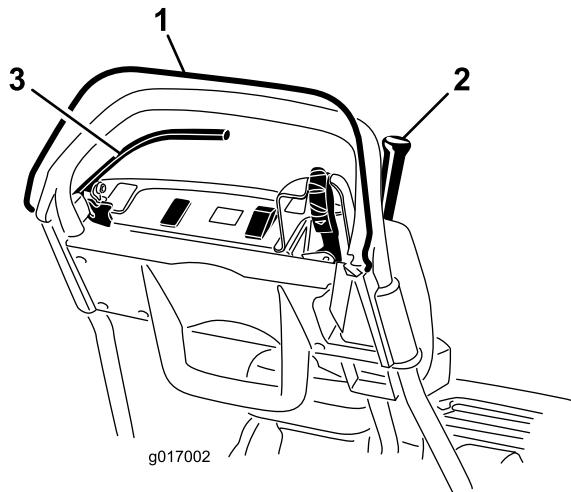

Figura 34
3. Tentate di innestare la leva della trazione con l'OPC rilasciato (Figura 34). La leva della trazione non deve innestarsi. Se la leva della trazione si innesta, il sistema di sicurezza deve essere revisionato. Rettificate il problema prima di utilizzare la macchina; fate riferimento a Revisione del microinterruttore di sicurezza della trazione \(pagina 38\).
4. Tenete premuto l'OPC e la leva della trazione innestata per rilasciare l'OPC stesso (Figura 34). La leva della trazione deve disinnestarsi. Se la leva della trazione non si disinnesta, il sistema di sicurezza deve essere revisionato. Rettificate il problema prima di utilizzare la macchina. Vedere Revisione del microinterruttore di sicurezza della trazione \(pagina 38\).
5. Tenete premuto l'OPC e la leva del cambio spostata a sinistra per innestare il comando della trazione e trasmissione del cilindro e rilasciare l'OPC stesso (Figura 34). La leva della trazione deve disinnestarsi. Se la leva della trazione non si disinnesta, il sistema di sicurezza deve essere revisionato. Rettificate il problema prima di utilizzare la macchina; fate riferimento a Revisione del microinterruttore di sicurezza della trazione \(pagina 38\) o a Regolazione del comando del cilindro \(pagina 42\).